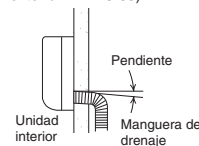

Fig. 3-69
- a) La manguera de drenaje debería estar inclinada hacia abajo y hacia el exterior. (Fig. 3-69)